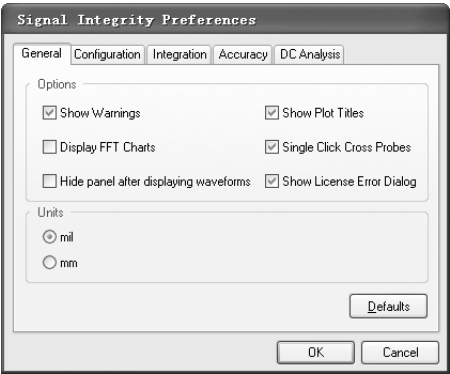

图 13-33 “信号完整性参数选项”对话框
- Preferences（参数）：选择该命令，用户可以在弹出的“Signal Integrity Preferences”（信号完整性首选项）对话框中设置信号完整性分析的相关选项，如图 13-33 所示。该对话框中包含若干选项卡，对应不同的设置内容。在信号完整性分析中，主要用到的是“Configuration”（配置）选项卡，用于设置信号完整性分析的时间及步长。